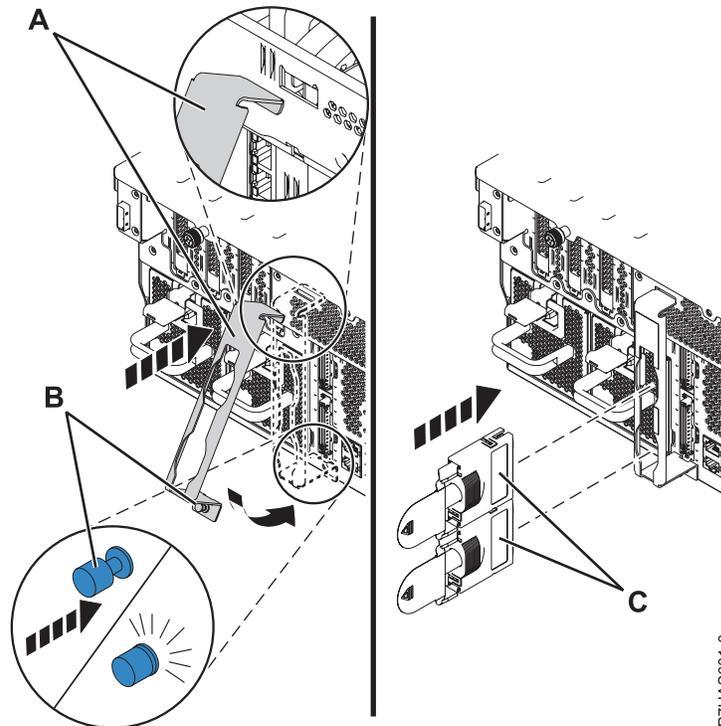

Figure 3. Installation du crochet de fixation de câble
15. Si le crochet de fixation de câble (A), illustré dans figure 3, est fourni, procédez comme suit :
- a. Afin de bloquer la patte inférieure dans l'emplacement du bloc, inclinez légèrement le support de câble (A) (voir la figure 3).
- b. Approchez le support de câbles du châssis et poussez le dispositif de fixation (B) dans le châssis pour sécuriser le support.
- c. A l'arrière du système, connectez les câbles de l'adaptateur (C).